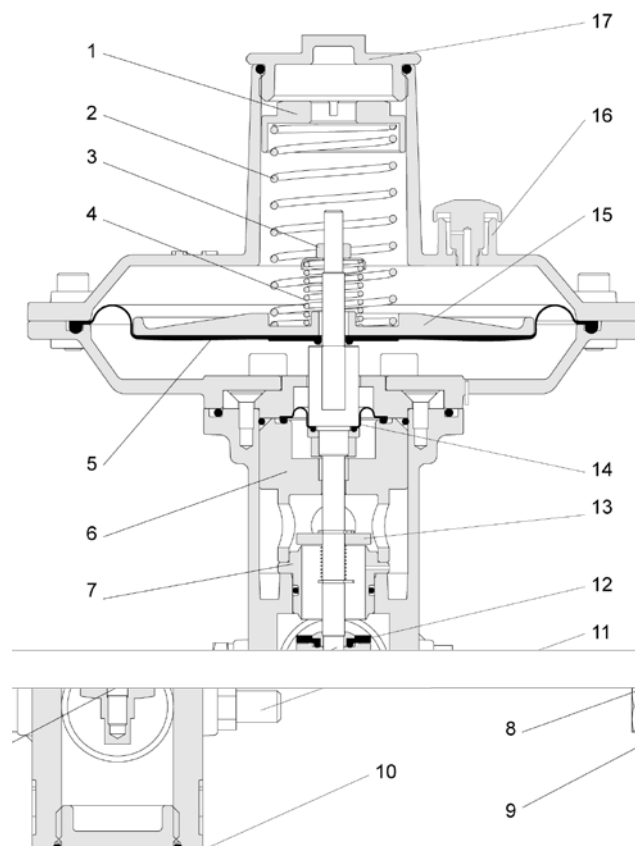

Figura 2 – Principalele componente ale RTG 25
Scăderea presiunii de intrare sau creșterea debitului de gaz consumat, forțează regulatorul să se deschidă mai mult. La un moment dat obturatorul (13) (Figura 2) va atinge muchia superioară a scaunului (7) obturând trecerea gazului prin regulator.